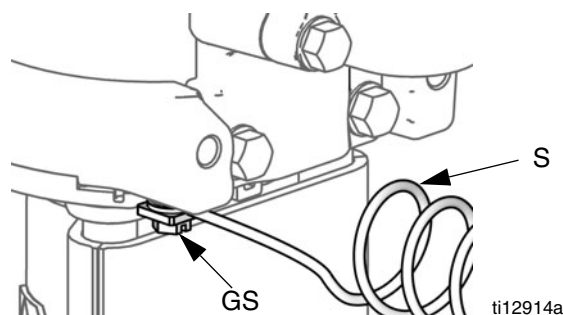

FIG. 3. Mettez la pompe à la terre.
Pompe : consultez la FIG. 3. Vérifiez si la vis de mise à la terre (GS) est correctement fixée et serrée sur le moteur pneumatique. Raccordez l'autre extrémité du fil de terre (S) à une véritable prise de terre.